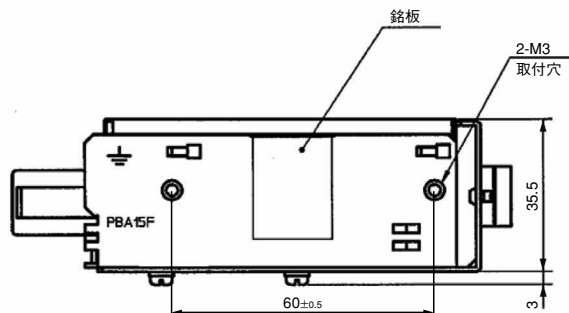

図1. 外形図
- 出力電圧は、出力電圧可変ボリューム（図1参照）を時計方向に回転すると出力電圧は高くなり、反時計方向で低くなります。
・安全アースを接続する場合は、M 3取付穴(図1参照)をご使用ください。
- ・冷却状態の目安を以下とする(ポイント A は図1参照)。